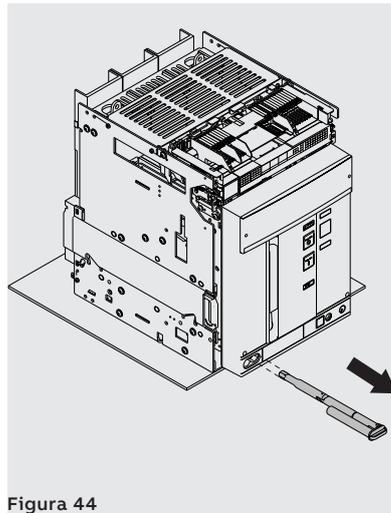

Figura 44
8. Estrarre la manovella di sezionamento dalla propria sede. Vedi Figura 44.